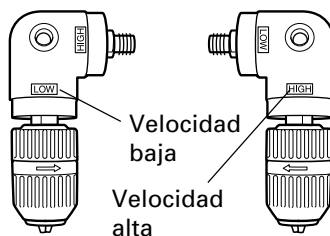

Fig. 13
- Para accionar la unidad angular a baja velocidad, fije el portabrocas sin llave en el husillo de la unidad angular sobre el lado marcado "LOW" y apriete el tornillo de fijación. En este ajuste, la velocidad de taladrado disminuye a aprox. 70% y el par de taladrado aumenta a aprox. 150% (Fig. 13).
- Para operar la unidad angular a alta velocidad, fije el portabrocas en el husillo de la unidad angular sobre el lado marcado "HIGH" y apriete el tornillo de fijación. En este ajuste, la velocidad de taladrado aumenta a aprox. 150% y el par de taladrado disminuye a aprox. 70% (Fig. 13).